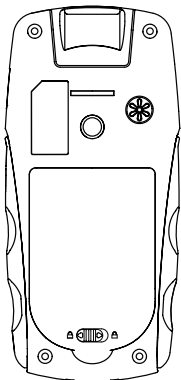

Fig.2.2 Pannello posteriore
- 2 Installazione delle batterie:** Installare 3 batterie alcaline AA o ricaricabili rispettando la polarità indicata, come mostrato in Fig.2-2.